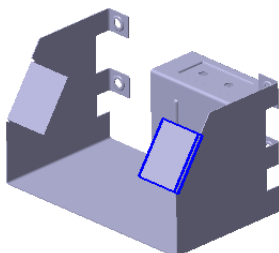

图 8.9.49 镜像特征 4
(6) 单击 **完成** 按钮, 完成特征的创建。
Step23. 创建图 8.9.49 所示的镜像特征 4。